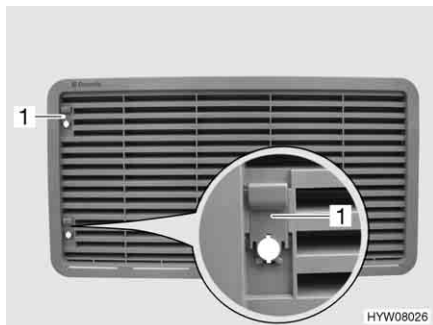

Bild 135 Kylskåpets ventilationsgaller (med spjäll)
- Skjut upp spjället (Bild 135,1).